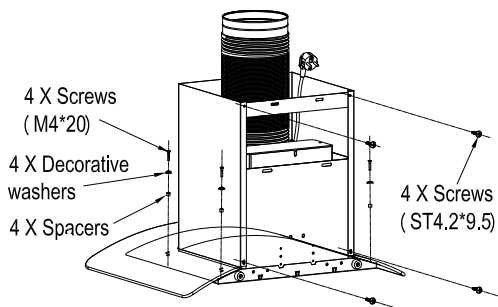

Рисунок 5
3. Закрепите стекло верхней части коробки (4) M4*20 упорными винтами изнутри корпуса. Закрепите корпус вытяжки на панели. Осторожно зафиксируйте вытяжку на крепежной планке. См. Рис.5